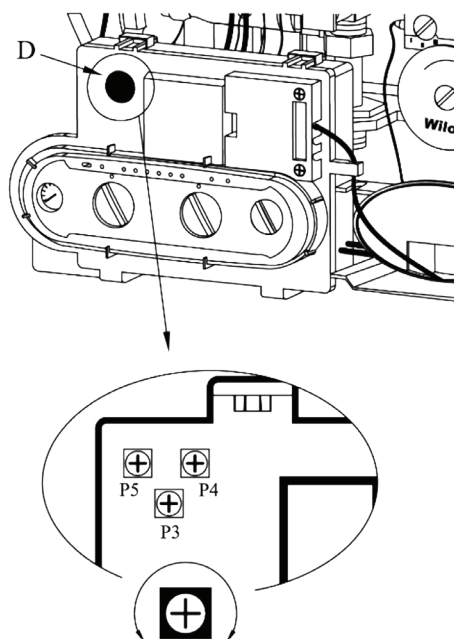

Рис. 19. Расположение потенциометров регулировки мощности.
6.2.4 Регулировка параметров с помощью потенциометров (см. рис. 19)